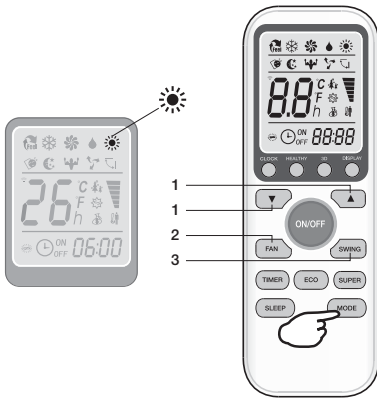

Рис. 7
вится символ ☀️. Кнопками ▲ или ▼ задайте температуру выше, чем температура в помещении. Для оптимизации работы системы кондиционирования настройте температуру (1), скорость (2), и направление воздушного потока (3) нажатием соответствующих кнопок (рис. 7).